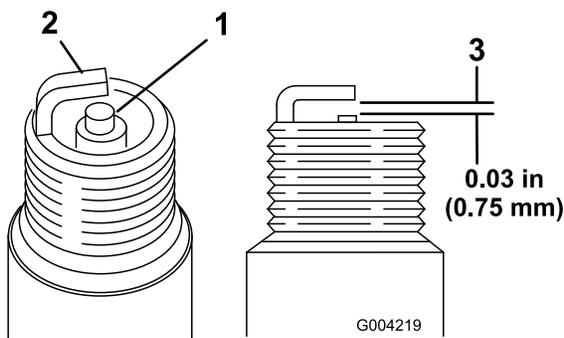

Рисунок 25
1. Осмотрите середину обеих свечей зажигания (Рисунок 25). Если вы видите на изоляторе светло-коричневый или серый налет, то двигатель работает должным образом. Черный налет на изоляторе обычно означает, что загрязнен воздухоочиститель.
2. Проверьте зазор между центральным и боковым электродами (Рисунок 25).
3. Если зазор неправильный, отогните боковой электрод (Рисунок 25).